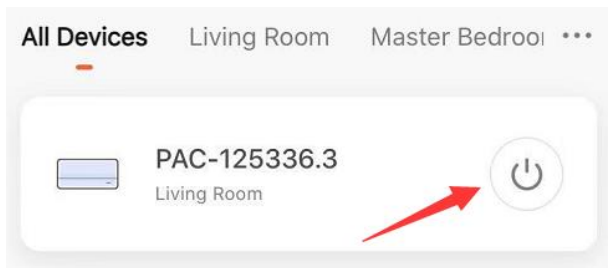

Fig. 5
7. Premere la freccia in alto a sinistra per tornare alla pagina principale, da cui è possibile avviare o arrestare l'apparecchio (Fig. 5).